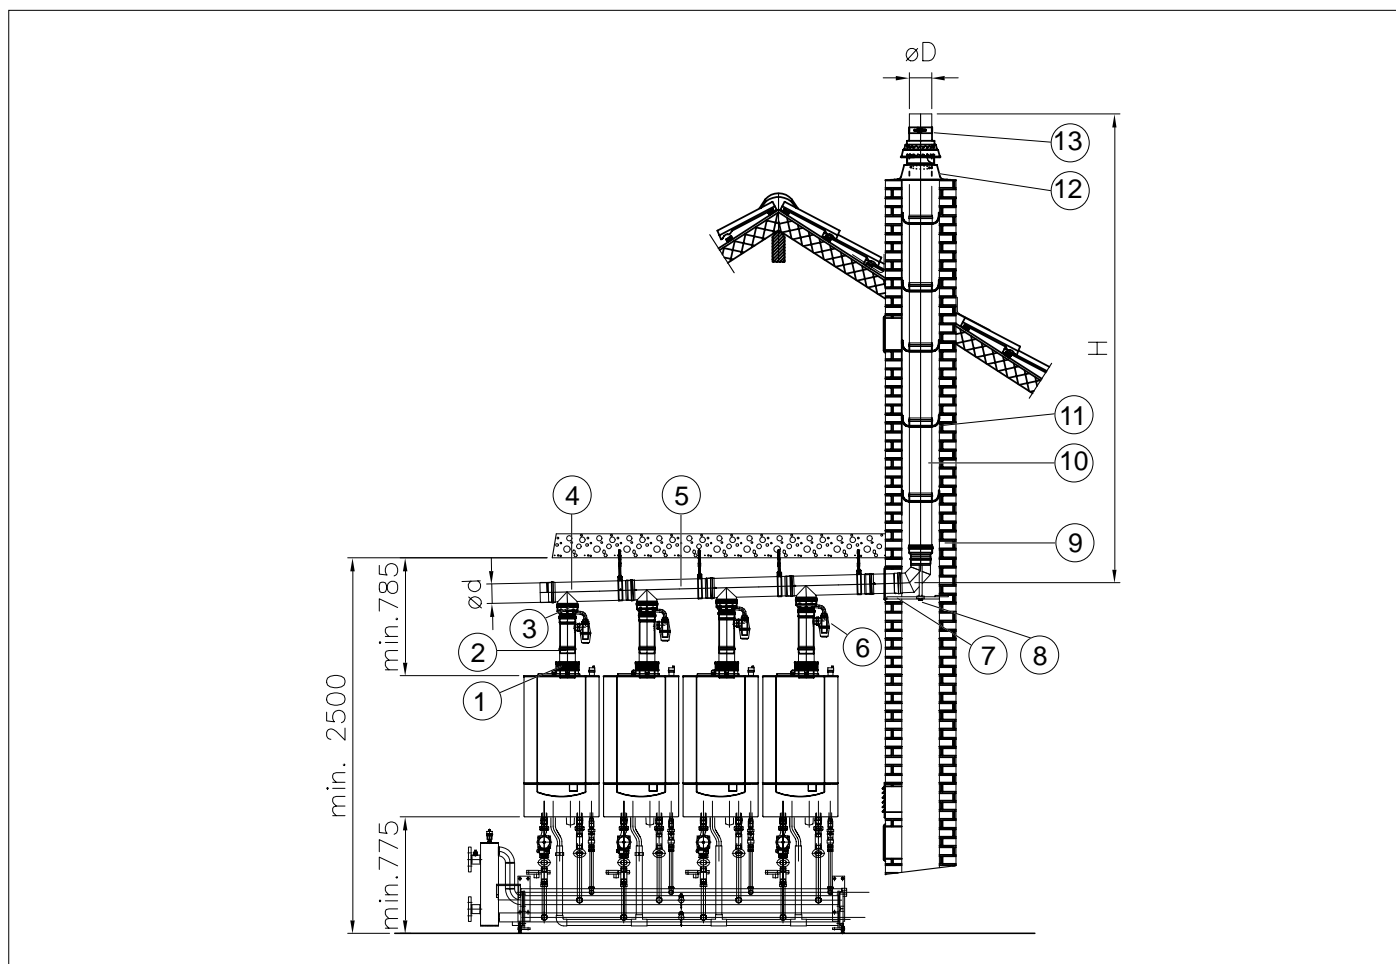

Bild 25 Überdruck Kaskadenabgassystem mit integrierter Rückschlagklappe für 2 bis 4 Remeha Quinta 45 / Quinta 65.
## Überdruck Kaskadenabgassystem (nur Quinta 45 und 65): Anordnung der Bauteile / Beschreibung, siehe Bild 25
Horizontale Abgasleitungen müssen mit einem Gefälle von 5 cm/m zum Kessel ausgeführt werden. Die Abgasanschlüsse einzelner Geräte am Abgassammelrohr sollen so ausgeführt werden, dass kein Kondenswasser vom Sammelrohr in die Kessel zurückgeführt werden kann. Die Kondensatabführung samt Siphon immer direkt vor dem ersten Gerät montieren, *siehe Bild 25*.
**Abgaskaskaden, raumluftabhängige Betriebsweise, siehe Bild 25**